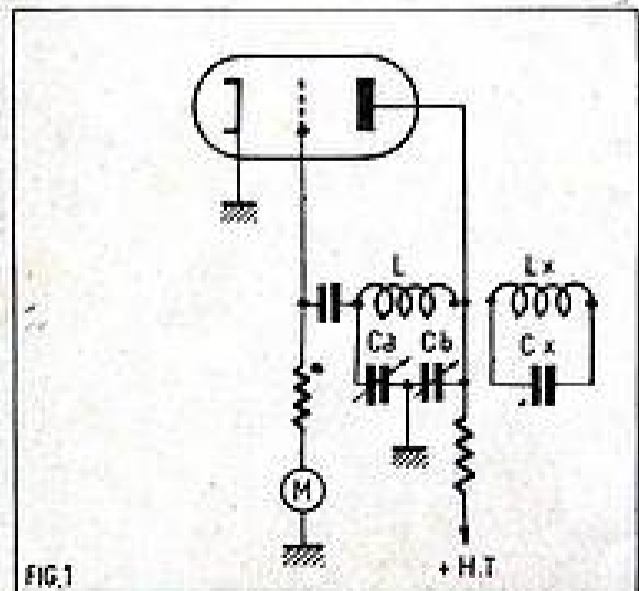

FIG. 1
Bien que nombre de nos lecteurs connaissent certainement le fréquence-mètre oscillateur « Grid dip » et qu'il soit possible de le réaliser de multiples façons, nous en donnons un exemple à la figure 1. Nous avons représenté un oscillateur Colpitts, montage toujours très intéressant pour l'amateur car il ne nécessite qu'un seul bobinage sans prise (L) moyennant l'emploi d'un condensateur variable à deux